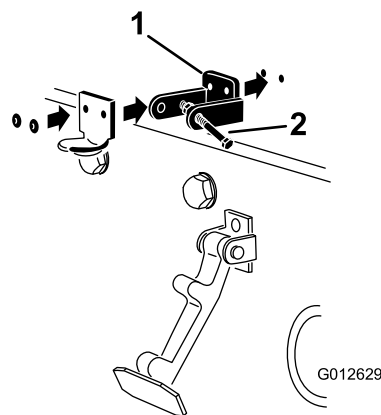

Рисунок 4
3. Выравнивая монтажные отверстия, поместите стопорный кронштейн стандарта SE и кронштейн фиксатора капота на капот. Стопорный кронштейн должен быть прижат к капоту (Рисунок 4). Не снимайте болт с гайкой в сборе с рычага стопорного кронштейна.
5. Приклепайте кронштейны и шайбы к капоту (Рисунок 4).